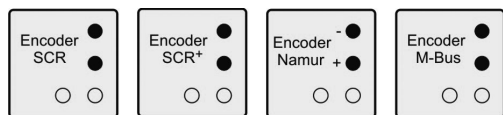

Fig. 10: Sticker encoder
- Gebruik voor het aansluiten uitsluitend afgeschermd kabels (DIN EN 60079-14) en let op de juiste pin-aansluitingen (zie sticker naast het deksel van het aansluitkastje), fig. 10.